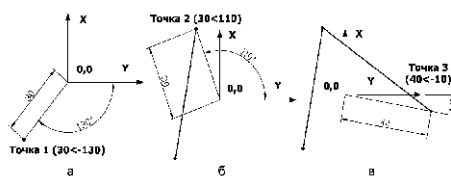

Рис. 3.4. Порядок построения контура в полярной системе координат
2. В ответ на вопрос Specify next point or [Undo] необходимо ввести координаты второй точки (**30<110**), и нажать **Enter**. Как демонстрирует рис. 3.4б, отсчет координат второй точки осуществляется не от предыдущей точки, а от начала координат.
3. В ответ на аналогичный вопрос вводятся полярные координаты третьей точки (**40<-10**); операция завершается нажатием клавиши **Enter** (рис. 3.4в).